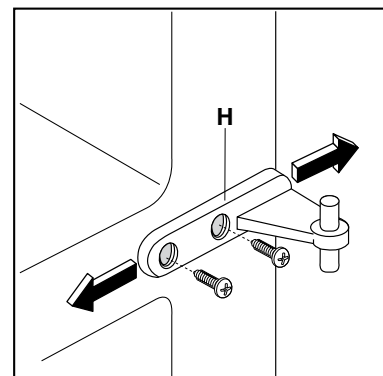
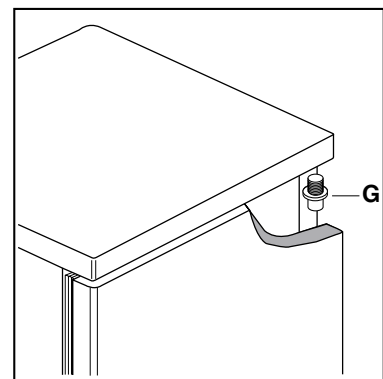

Abb.2
Abb.3
- Untere Tür vom mittleren Scharnier (H) abnehmen (Abb.2).
- Mittleres Scharnier (H) abschrauben.
- Obere Tür vom oberen Stift (G) abnehmen (Abb.3).
- Abdeckungen (I) abnehmen und an der gegenüberliegenden Seite montieren.
- Unteres Scharnier (1) auf gegenüberliegende Türseite montieren